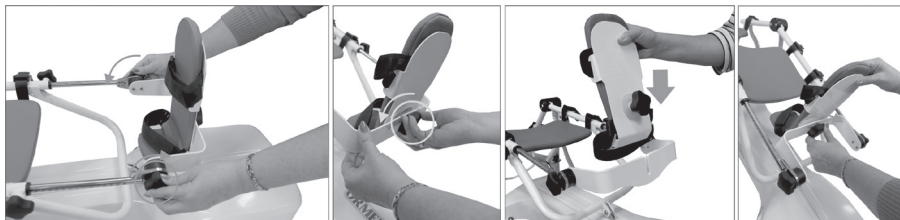

Рис. 7.2
7.3.4 Отрегулируйте положение лотка для стопы (10) в соответствии с длиной голени. Зафиксируйте длину с помощью фиксаторов (12). Для использования аппарата у детей необходимо ослабить фиксаторы (13, 14), снять лоток для стопы, перевернуть пластину поворотную (18) на 180 град., установить и закрепить лоток (рис. 7.2).